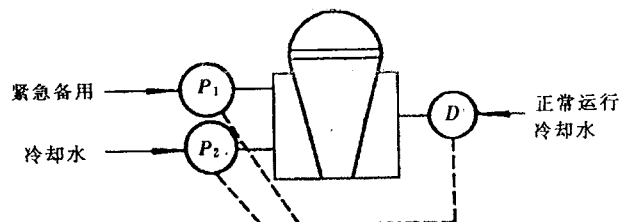

图 1 某反应炉夹套的冷却系统
1. 图 1 是某反应炉夹套的冷却系统。当正常冷却水突然断水(如管道损坏)而造成系统失水, 这时失水信号检测器 D 探得失水信号, 将启动备用水泵  $P_1$  和水泵  $P_2$ 。如果两台备用泵均启动成功, 则系统成功; 若只有其中一台泵启动成功, 则系统是 50% 的部分成功; 若两台泵均未能启动则系统失败。除了要考虑信号检测器 D 和备用水泵  $P_1$  和水泵  $P_2$  的因素外, 首先还要考虑电源的成功与失败。以“管道损坏”为初始事件, 建造管道损坏引起系统失败的事件树图。